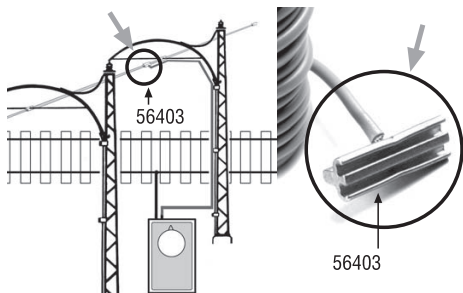

Abb. 5, Fig. 5, afb. 5
La mayoría de locomotoras eléctricas LGB pueden recibir la corriente eléctrica desde la catenaria LGB. Para ello es posible suministrar corriente eléctrica a la catenaria mediante el cable de conexión (LGB 56403). Para la creación de cantones de vía aislados eléctricamente se pueden utilizar las grapas aisladoras para hilo de contacto LGB 56203 (Fig.5).
- Per ciascun binario da scavalcare fare scorrere sulla sospensione trasversale un supporto con il foro verso il basso (fig. 5).